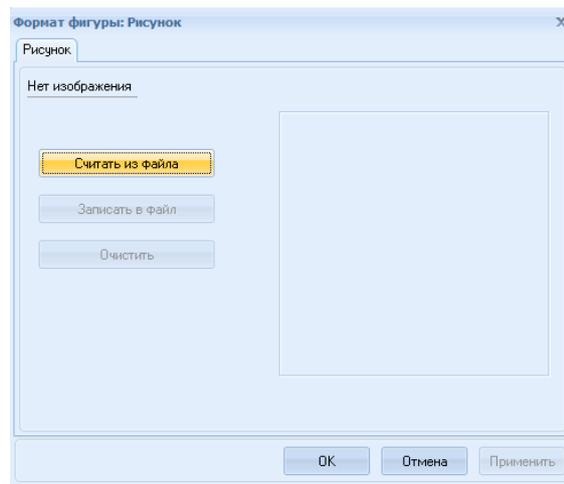
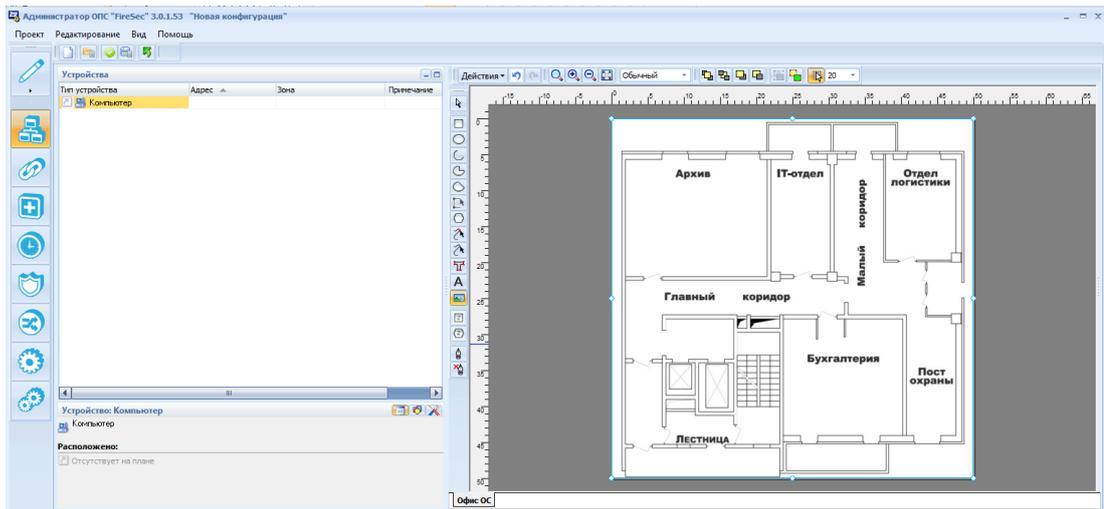

Рис. 36 Окно Формат фигуры: Рисунок
Рис. 37 План помещения Офис ОС
- в открывшемся окне **Рисунок** нажать кнопку **Считать из файла**, открыть файл с картинкой и нажать **Ок**. В результате рисунок загрузится в выбранную область на рабочем листе (Рис. 36, Рис. 37):